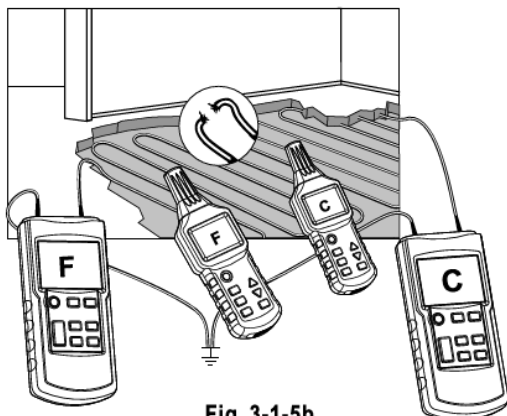

Fig. 3-1-5b
- Schließen Sie beide Transmitter (falls zwei Transmitter genutzt werden) wie in Fig. 3-1-5b dargestellt an.